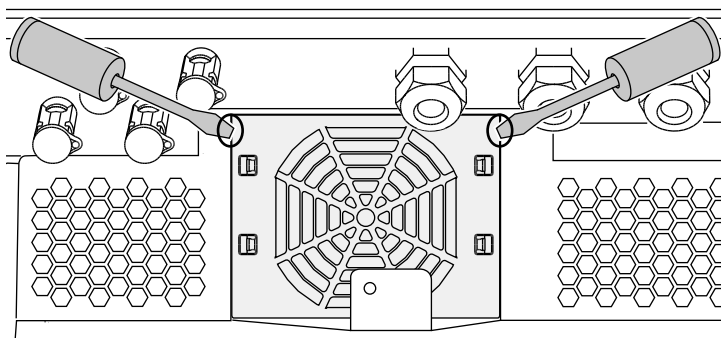

Fig. 69: Staccare la griglia della ventola
2. Smontaggio ventola. A tale scopo appoggiare un cacciavite sul bordo della ventola ed esercitare una leggera pressione sulla griglia.  **Fig. 69**